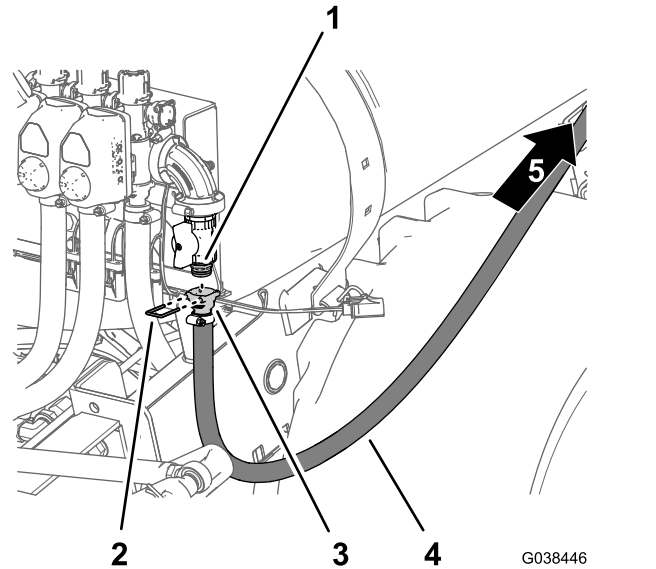

Figure 96
- Branchez le raccord cannelé droit du flexible au raccord rapide de la vanne de coupure à bride (Figure 96).
- Fixez le raccord cannelé droit au raccord rapide (Figure 96) l'aide de l'étrier que vous avez retiré à l'opération 3 de Montage de la vanne de coupure pour le kit pistolet-pulvérisateur en option ou le kit dévidoir électrique (page 42).
- Acheminez le flexible d'alimentation vers l'avant et le long de la cuve de pulvérisation en direction du dévidoir (Figure 96).